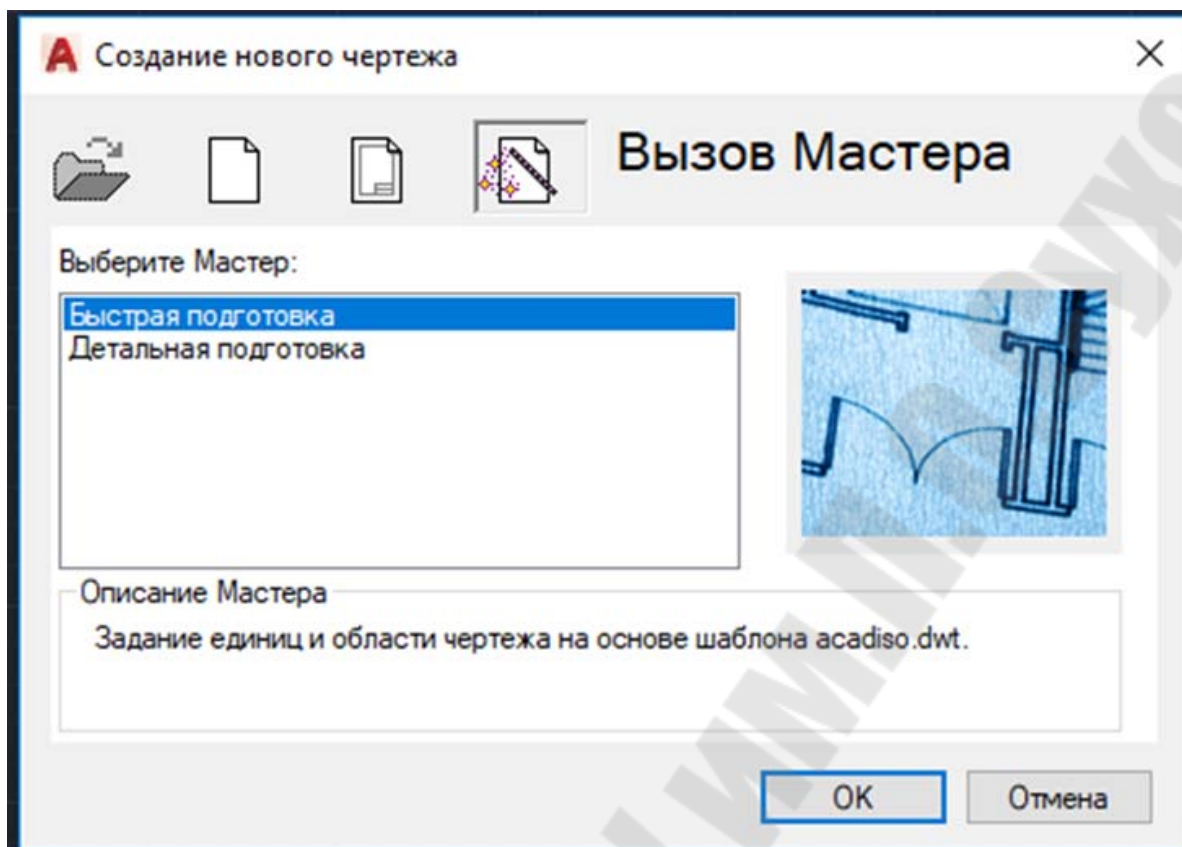

Рис. 2.29. Диалоговое окно «Создание нового чертежа» при выборе Мастера
*Мастер* позволяет выполнить *быструю* или *детальную* подготовку начальных настроек (рабочей среды) чертежа (рис. 2.29).